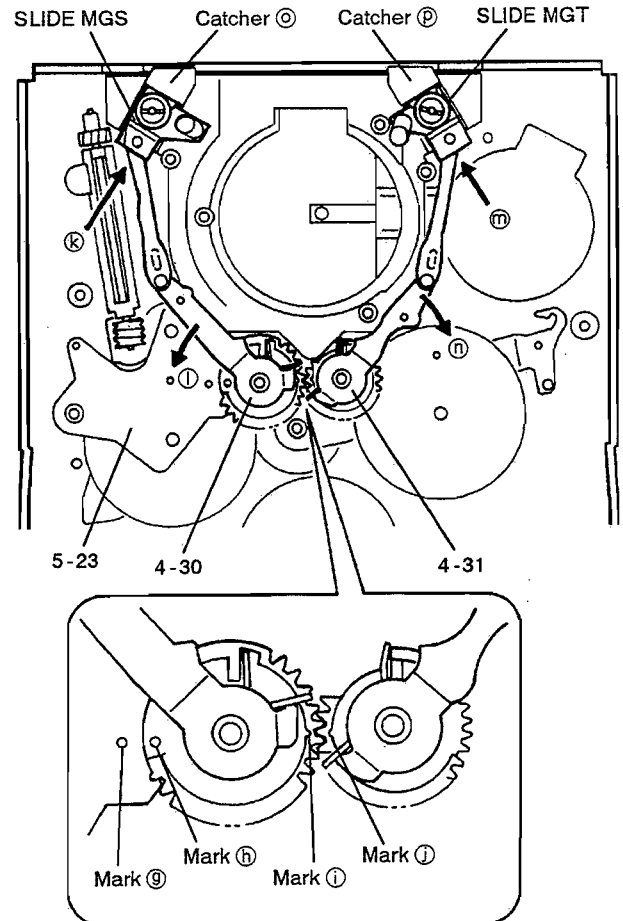

Fig. 5
- 1). As shown in Fig. 5, install 4-30 so that mark ㉞ on 4-30 is aligned with mark ㉟ on 5-23.
- 1). As shown in Fig. 5, install 4-31 so that mark ㉞ on 4-31 is aligned with mark ㉞ on 4-30.
- 1). 図 5 のように、4-30 のマーク ㉞ と 5-23 のマーク ㉟ が一致するように 4-30 を取り付ける。
- 1). 図 5 のように、4-31 のマーク ㉞ と 4-30 のマーク ㉞ が一致するように 4-31 を取り付ける。